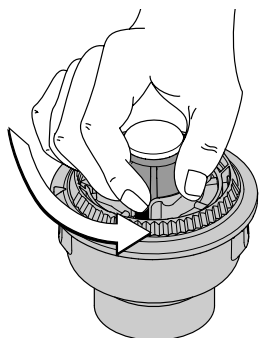

Fig. 49
1. Tenez la bobine extérieure et dévissez le bouton de butée à gauche (Fig. 49).